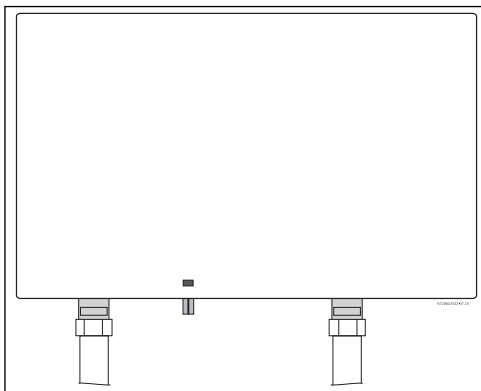

Fig. 5 Montage en position verticale
► Le chauffe-eau ne peut être installé que conformément à l'orientation présentée Fig. 5 i.e., c'est-à-dire, en position verticale avec les raccords d'eau en bas. **Le chauffe-eau ne peut en aucun cas être installé d'une autre manière.**